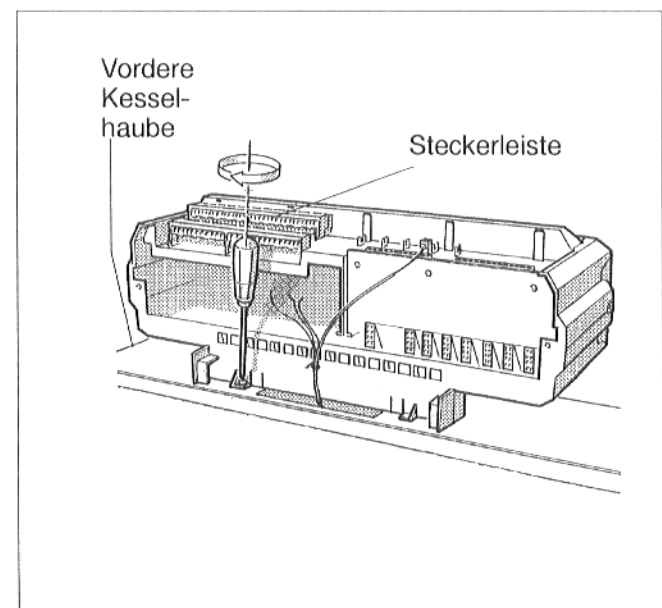

Abb. 39
- Regelgerät mit zwei Schrauben in den Ecken des Kabeldurchganges auf der Kesselhaube festschrauben (Abb. 39).